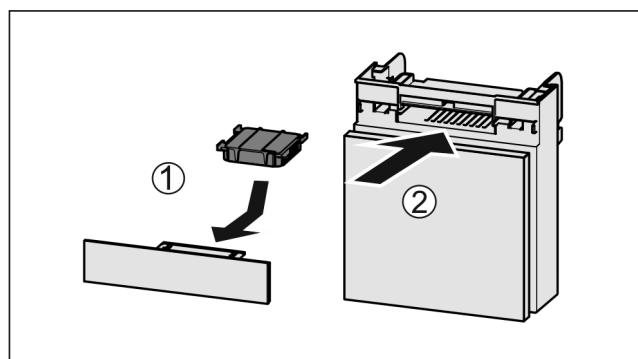

Fig. 136
- ▶ Inserire il vano Fig. 136 (2).